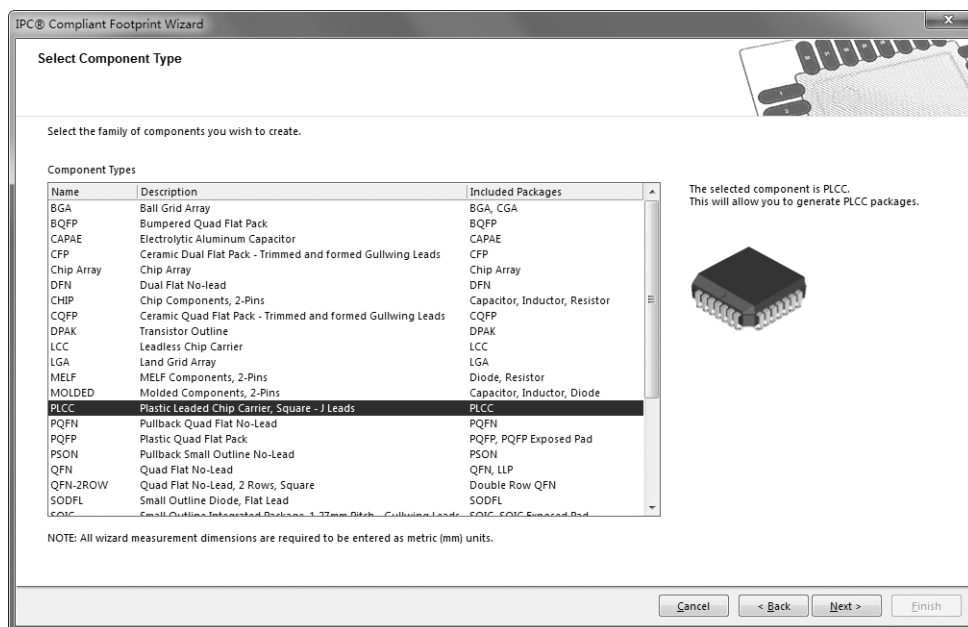

图 11-41 元件封装类型选择对话框
(2) 单击“Next”（下一步）按钮，进入元件封装类型选择对话框。在类型表中列出了各种封装类型，如图 11-41 所示。这里选择 PLCC 封装模式。
右键单击鼠标，在弹出的右键快捷菜单中选择“选项”→“器件库选项”命令，系统弹出“板选项”对话框。按图 11-41 设置相关参数，单击“确定”按钮，关闭该对话框，完成“板选项”对话框的设置。